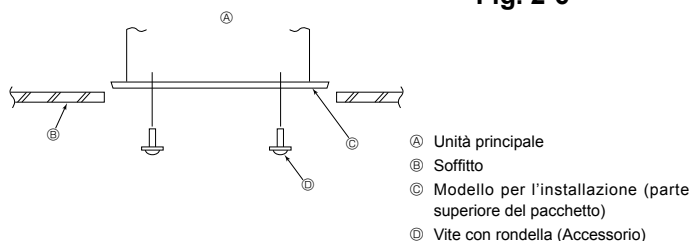

Fig. 2-7
2.6. Conferma della posizione dell'unità principale e serraggio dei bulloni di sospensione (Fig. 2-7)